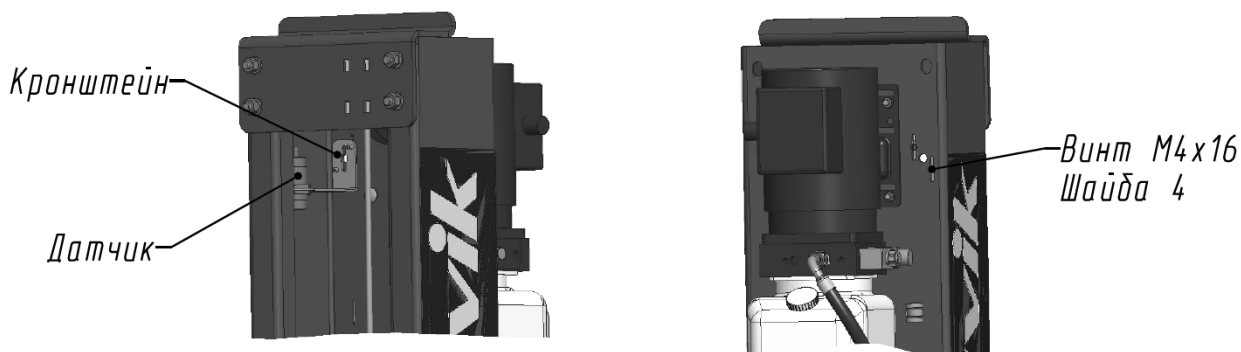

Рисунок 6.4 - Установка датчика верхнего положения каретки
6.11 Установка и настройка систем автоматического отключения привода насосной станции.(см. Рисунок 6.4)
6.11.1 Система автоматического отключения привода насосной станции срабатывает при достижении каретки крайнего верхнего положения (~ 1750 мм от основания стойки). Датчик верхнего положения кареток с кронштейном снимается при упаковке и поэтому его следует заново установить на верху правой стойки. Винты М4х16 (см. Рисунок 6.4) необходимо располагать в пазах стойки в среднем положении.